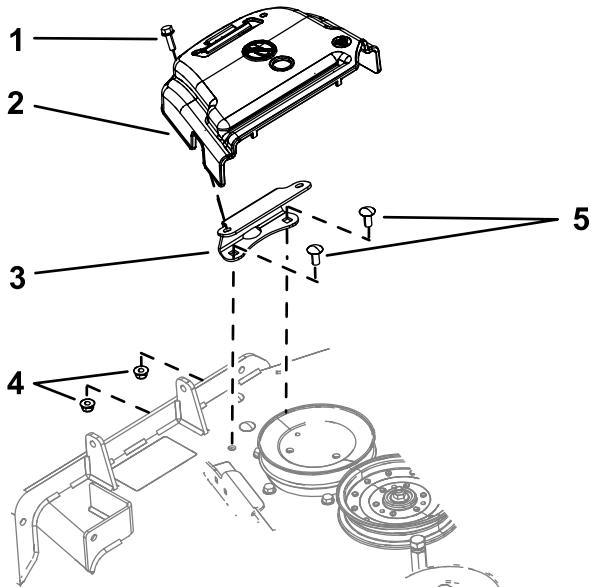

Figura 2
1. Gire el perno que sujetla la cubierta de la correa a la carcasa en sentido antihorario para aflojarlo (Figura 2).
2. Retire la cubierta de la correa y el perno del soporte de montaje (Figura 2).
1. Retire los 2 pernos y las 2 tuercas con arandela prensada que sujetan el soporte de montaje de la cubierta a la carcasa (Figura 2).